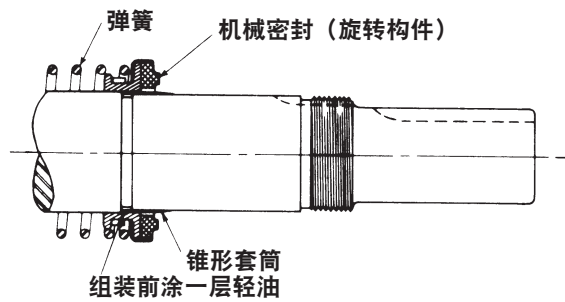

图 11
4. 把锥形安装套筒装在轴上，参见图 11。对于 GG、AS、AK 和 AL 型号，套筒带有备用机械密封。在转子轴、锥形安装套筒和机械密封旋转构件的内壁上，涂抹大量的非去污型 SAE 30 号油。可以使用石蜡油，建议不要使用润滑脂。